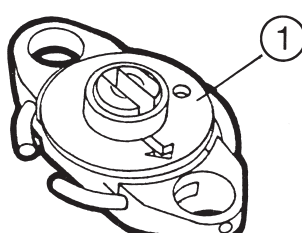

Fig. 4
En la parte superior lleva un disco de plástico, (1), con una flecha que debe coincidir en dirección y sentido con la que está grabada en el cuerpo de la válvula. En caso contrario se debe girar con un destornillador el eje de la válvula hasta que coincida. (Fig. 4.)
Sur le disque plastique (1) de la partie supérieure se trouve une flèche qui doit être orientée dans le même sens que celle qui est gravée sur le corps de la vanne. Si ce n'est pas le cas, utiliser un tournevis pour faire tourner l'axe de la vanne de façon à ce que les deux flèches coïncident. (Fig. 4). Le point qui est situé à 90° de la flèche indique la position du by-pass de la sphère de l'obturateur de la vanne. La vanne avec détendeur doit être installée et montée conformément aux instructions indiquées précédemment et elle est raccordée au détendeur à trois voies par le raccord fourni.
O disco de plástico (1) da parte superior tem uma seta que deve coincidir com a que está gravada no corpo da válvula. Caso contrário, deve-se rodar o eixo da válvula com uma chave de parafusos até que ambas coincidam. (Fig. 4).